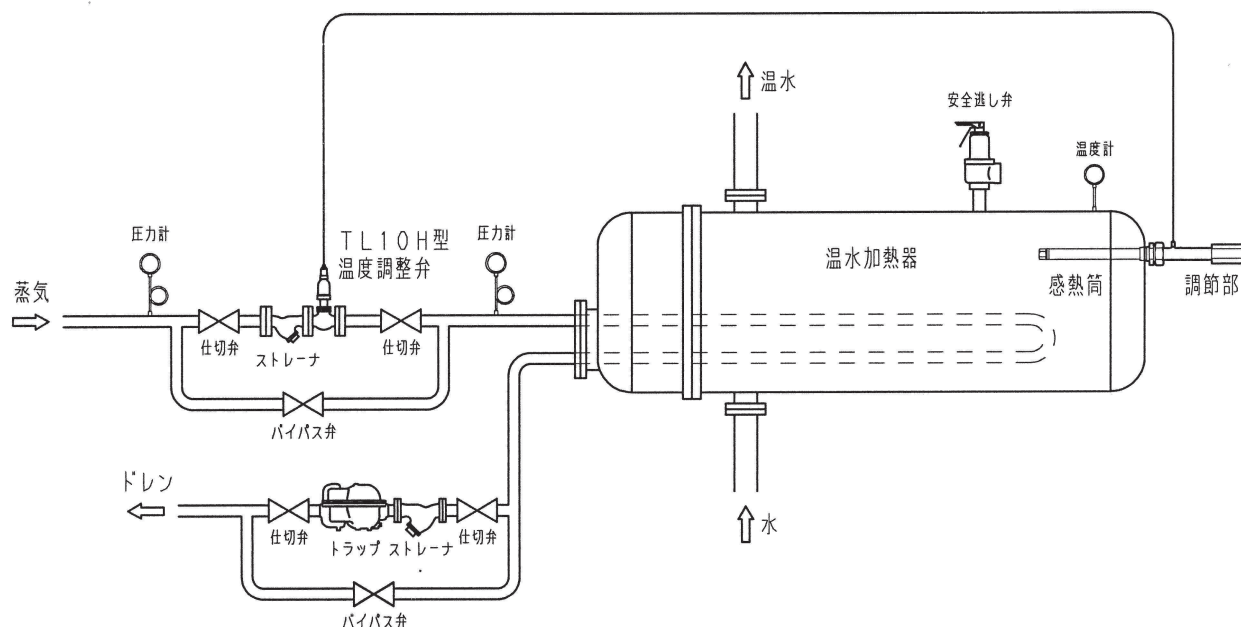

図2 TL10H型温度調整弁の配管例
- d) 図2の配管例に示すように、弁前後の仕切弁、Y型ストレーナ、安全逃し弁、圧力計、温度計、バイパス弁及びドレントラップを必ず設けてください。